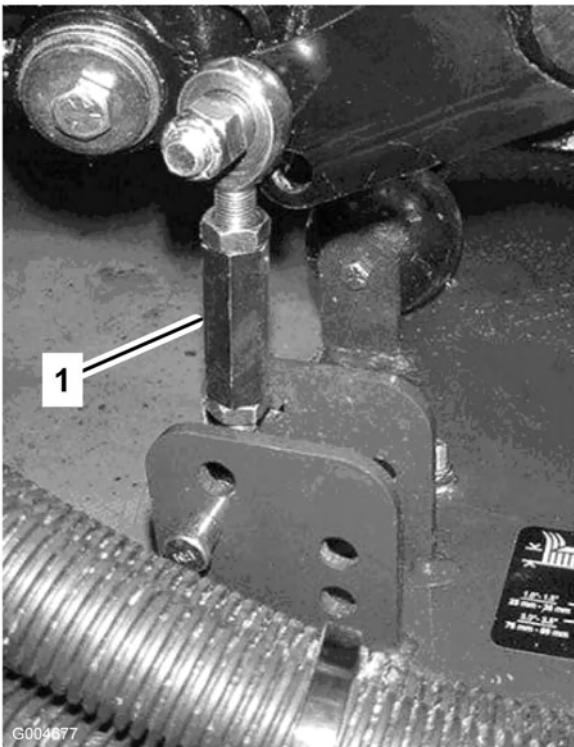
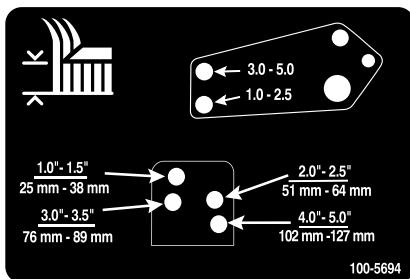

Bild 22
Bild 23
8. Entfernen Sie die Splints und Lastösenbolzen, mit denen die Stoßdämpferverbindungen an den Mähwerkbügeln befestigt sind (Bild 22). Flüchten Sie die Stoßdämpferverbindungslocher mit den ausgewählten Löchern im Schnitthöheneinstellbügel am Mähwerkrahmen ab (Bild 23), stecken die Lastösenbolzen ein und bringen die Splinte an.